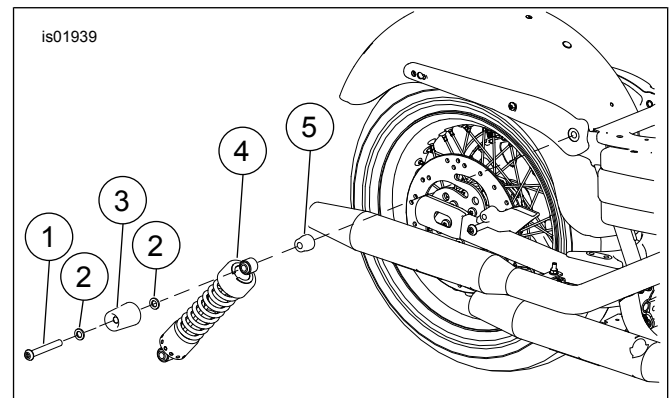

Abbildung 1. Original-Hinterradstoßdämpfer entfernen
1. Siehe Abbildung 1. Die oberen (1) und unteren Stoßdämpfer-Befestigungsschrauben entfernen. Alle Schrauben, Original-Stoßdämpferdistanzscheibe (5), alle Unterlegscheiben (2) für die obere Stoßdämpferschraube und bei Modellen mit Stoßdämpferabdeckung die obere verchromte Stoßdämpferabdeckung (3) entsorgen.